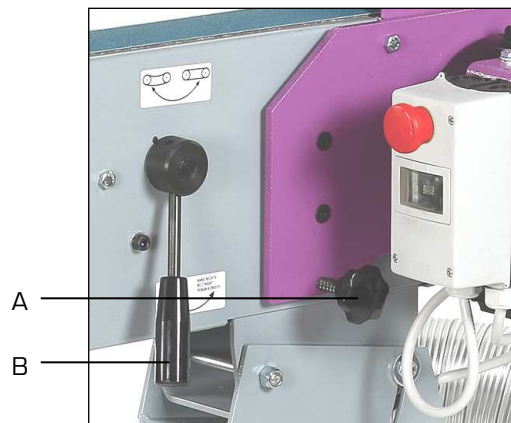

Figure 3
- Agir sur la petite poignée noire [A fig.3] en la tournant dans le sens antihoraire pour un positionnement plus à droite et dans le sens horaire pour un positionnement plus à gauche.
- Agir sur la poignée noire [B fig.3] dans le sens antihoraire pour tendre et dans le sens horaire pour tendre.
1. Dévisser les 2 boulons (A).
3. Détendre complètement la bande à l'aide de la poignée de tension (B fig.3).
5. Effectuer la tension de la bande en agissant sur la poignée (B fig.3) de façon à glisser juste un doigt entre la bande et la toile graphitée.
8. Revisser les 2 boulons (A).